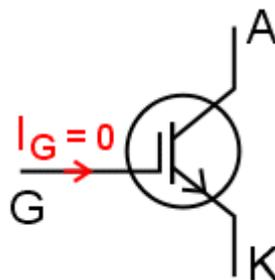

Bild 79: IGBT: Kombination von MOSFET und Bipolartransistor
Das Schaltsymbol (Bild 79) besteht auch aus einer Kombination der beiden Symbole von MOSFET und Bipolartransistor. Die Anschlüsse werden allerdings mit Gate (G), Anode (A) und Kathode (K) bezeichnet.